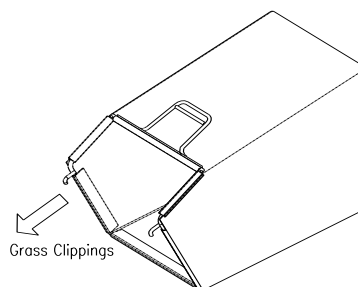

Рис. 9
- Установите сборник, одев крючки (рис. 9) рамки сборника на стержень (**Hook**) или отверстия под крышкой
### Опорожнение травосборника (см. рис. 9)
Внимание: Для проверки искры использовать только тестер зажигания 1 (рис. 9). Ни в коем случае не проверять на двигателе со снятой свечей.
Заменять свечу зажигания **через каждые 100 часов** работы или **каждый сезон**, в зависимости от того, что истечет раньше. Вы можете заказать ключ для свечи зажигания у любого Уполномоченного Сервисного Дилера Briggs & Stratton. Замечание: в некоторых районах местные законы требуют использования резисторной свечи зажигания для подавления сигналов зажигания. Если на данном двигателе была изначально установлена резисторная свеча зажигания, необходимо использовать для замены свечу зажигания того же типа. Зазор свечи зажигания 2 (рис. 9) должен составлять **0,76 мм**.
### **Содержите двигатель в чистоте** (см. Рис. 9)